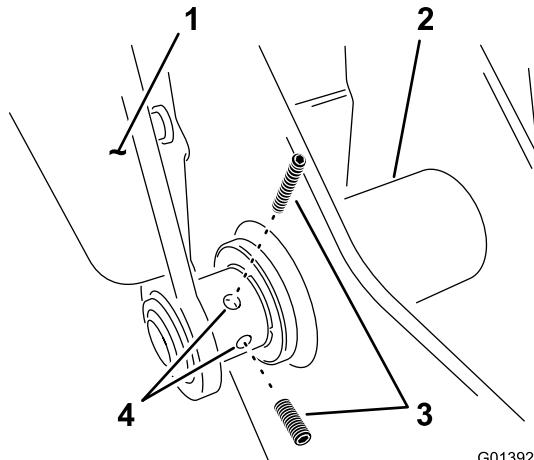

Рисунок 7
- Заверните 2 установочных винта в левый рычаг в нижней точке шарнира (Рисунок 7).
- Затяните два установочных винта в левом поворотном рычаге; см. Рисунок 7 раздела Присоединение рычагов люльки к опорной раме \(страница 7\).